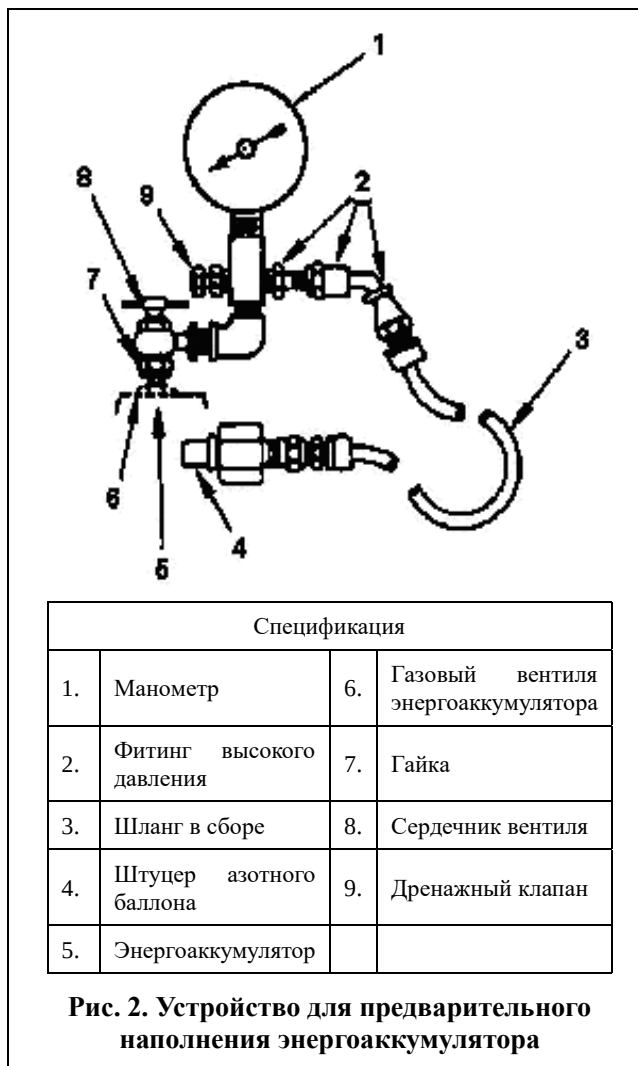

Рис. 2. Устройство для предварительного наполнения энергоаккумулятора
Предварительное наполнение энергоаккумулятора (см. рис. 1 и рис. 2)
Предварительное наполнение энергоаккумулятора производится в следующем порядке (см. рис. 2, если не указано иное):
12. Установить пробку трубопровода, затянуть моментом 10-15 дюйм-фунтов (1,1-1,7 Н.м). Установить колпачок газового вентиля (12) [см. рис. 2].